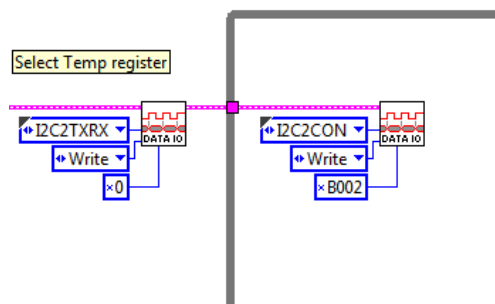

Рис. 2.13. Добавление выбора чипа датчика
4. Начните создавать функцию чтения I2C, скопировав блок Start Condition Data IO Sequence вместе со всеми его константами внутри цикла while и подключив его к туннелю данных на левой стороне цикла while. Обновите константу Write Data на 0xB002, чтобы изменить ее на повторяющееся условие запуска, как показано на рис. 2.13.